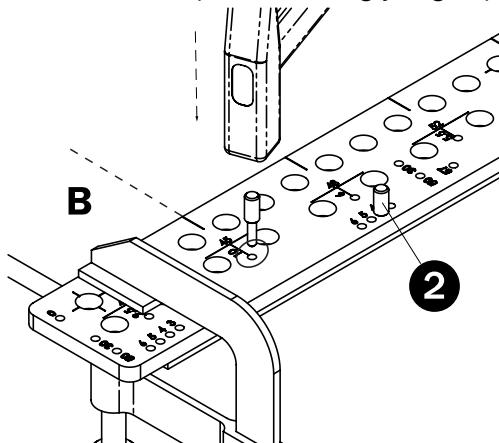

Fig. 18
Después de taladrados los agujeros para los tornillos para madera, indique el centro de la bisagra con el tope (pos. 2) con la broca en la parte final. Introduzca el tope en el agujero y lo golpee ligeramente desde arriba con un martillo para crear un agujero guía para la broca para bisagras (Fig. 18).